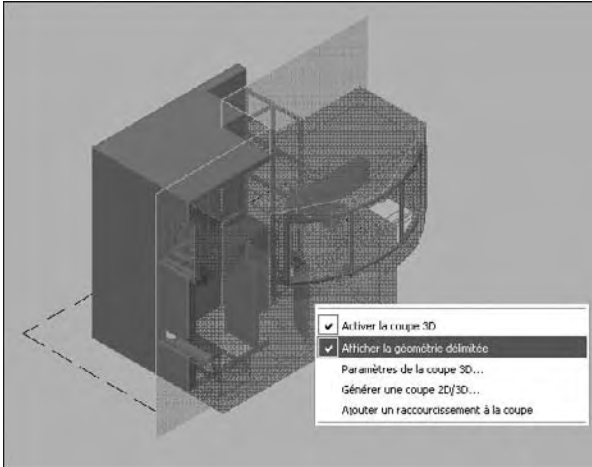

Fig.8.12
- 2 Effectuez un clic droit et sélectionnez l'option **Activer la coupe 3D** (Activate live sectioning) dans le menu contextuel. Il en résulte que la partie de l'objet située en dehors des limites n'est plus visible (fig.8.12).